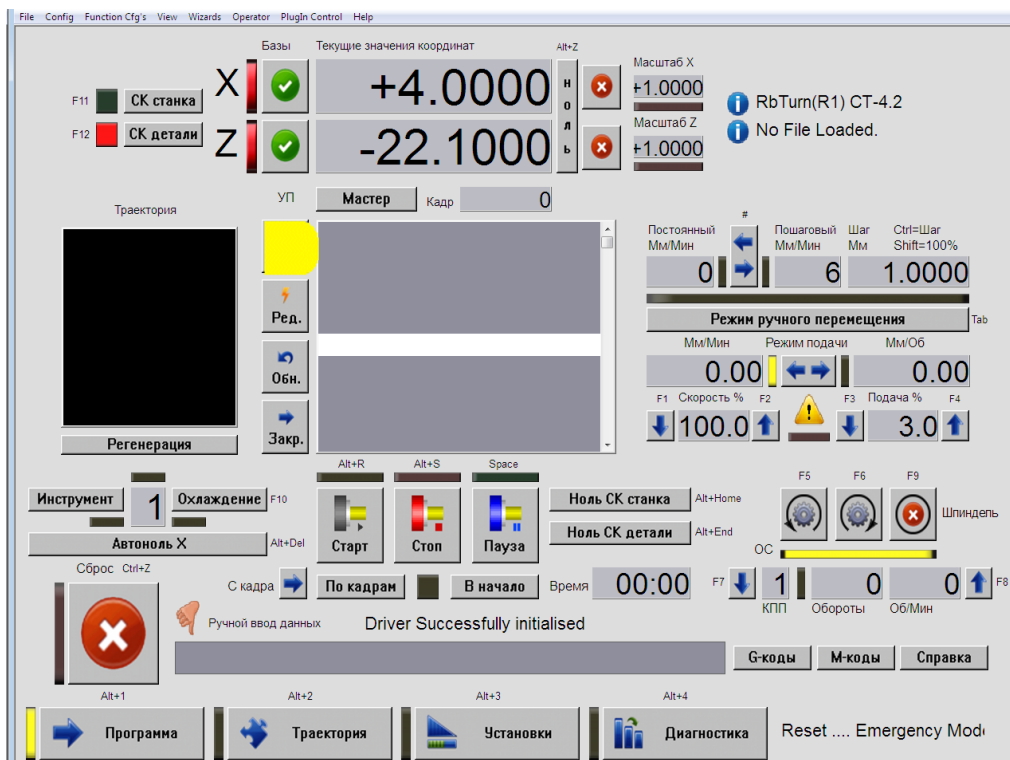

Рисунок 2. Окно управления станком
3. После запуска программы выбрать вкладку **Откр.** (выделена желтым на Рис. 2) и откройте заранее подготовленный файл.